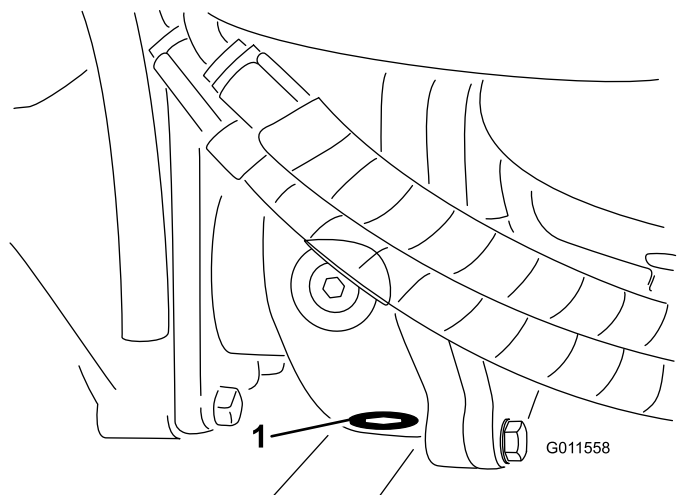

**Figure 109**
2. Nettoyez la surface autour des 3 bouchons de vidange, 1 à chaque extrémité et 1 au centre (Figure 109).